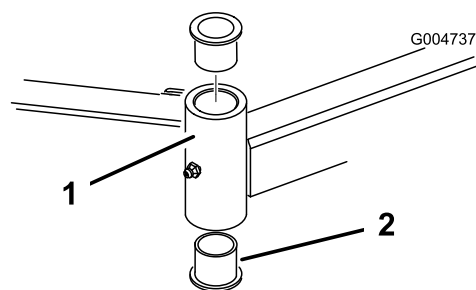

Figura 86
4. Introduza um punção para cavilhas na zona superior ou inferior do tubo de montagem e retire o casquilho para fora do tubo (Figura 86).